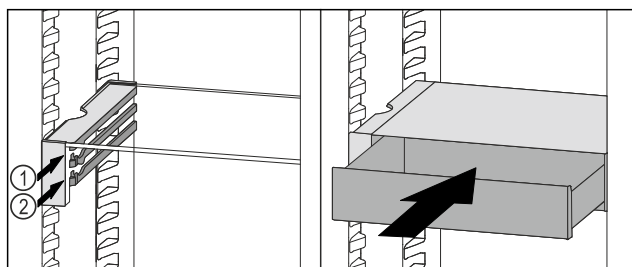

Fig. 90
- Поставете чекмеджето на VarioSafe зад ограничителите върху желаното ребро Fig. 90 (1) или Fig. 90 (2).